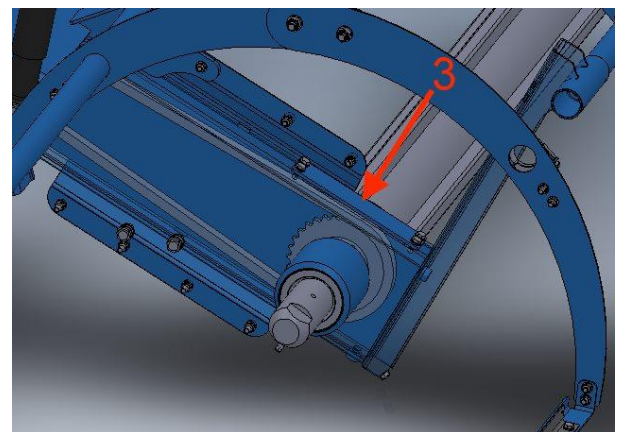

Bild 8
5. Användningsområdet för vattentrycket ska vara 40–180 bar (bild 8). Rekommenderat borstningstryck är 60–100 bar. Vattentrycket justeras med skruv 1 (bild 8). Justeringen utförs med en 8 mm:s insexnyckel.